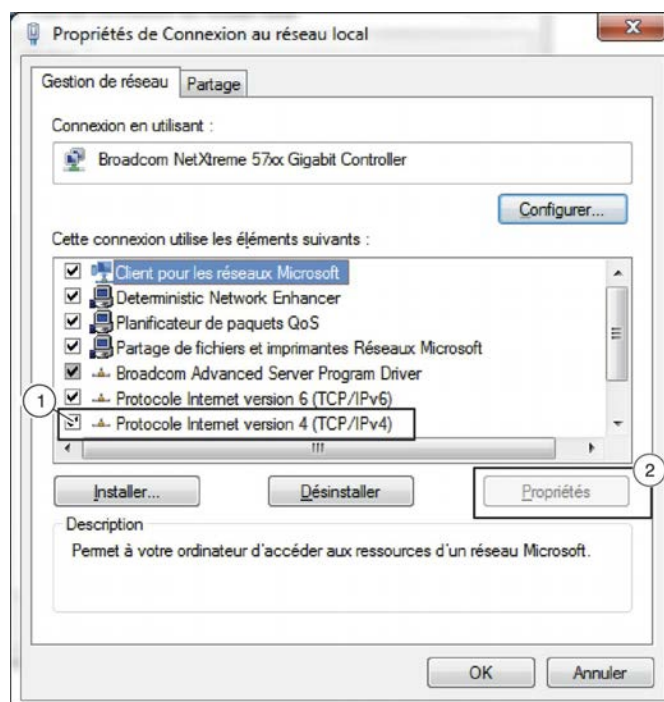

Fig. 41: Propriétés de la connexion au réseau local
6. ▶ Mettre en surbrillance « *Protocole Internet Version 4 (TCP/IPv4)* » (Voir la Fig. 41/1) et sélectionner le bouton « *Propriétés* » (Voir la Fig. 41/2).
7. ▶ Sélectionner l'option « Utiliser l'adresse IP suivante : » (Voir la Fig. 41/1), saisir l'adresse IP, le masque de sous-réseau et la passerelle par défaut puis cliquer sur « OK ».